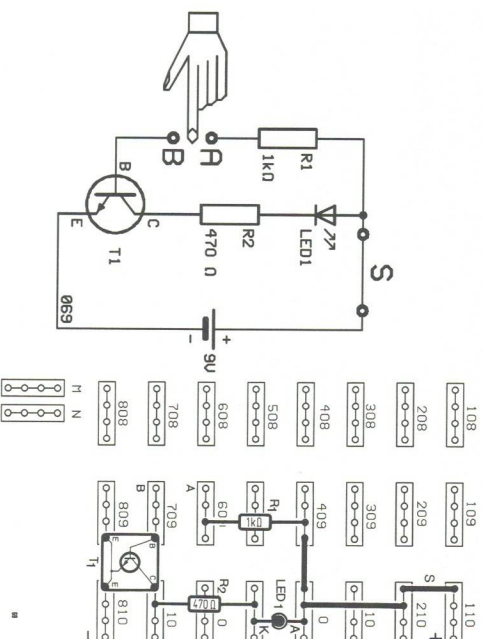

Bild 69. Sensortaste macht Verstärkerwirkung augenfällig: Durch großen Hautwiderstand nur kleiner Steuerstrom, dennoch großer LED-Strom.
Mit der Schaltung nach Bild 69 machen wir den ersten Schritt in die neue Dimension. Was zeigt die Leuchtdiode? Zunächst bleibt sie dunkel – bis wir mit einem Finger die Steckfedern 609 (A) und 709 (B) überbrücken. Jetzt leuchtet sie deutlich. Mit einem leicht (!) angefeuchteten Finger läßt sich die Helligkeit noch steigern. Wir folgern: Durch einen kleinen Strom in den Basisanschluß (über den großen Hautwiderstand) haben wir einen viel größeren Strom bewirkt. Der fließt zwischen Kollektor- und Emitteranschluß.
Unsere Fingerkuppe ist auf Dauer natürlich kein sinnvolles Bauelement. Der Versuch nach Bild 69 zeigt jedoch, wie bestimmte Sensor-Eingaben an Geräten funktionieren. Ersetzen wir nun den schwankenden Hautwiderstand von einigen hundert Kiloohm durch einen soliden Festwiderstand!